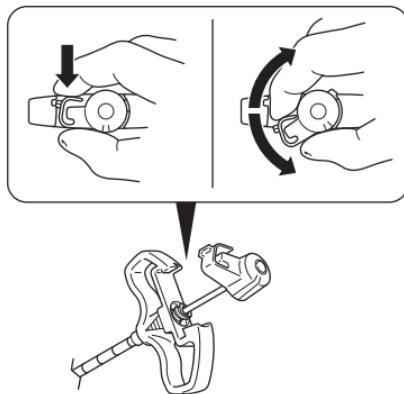

Figur 1 – Indfør adgangskanylen/stiletenheden
- Adgangskanyle/stiletenheden indføres i operationsstedet under fluoroskopisk vejledning (figur 1).